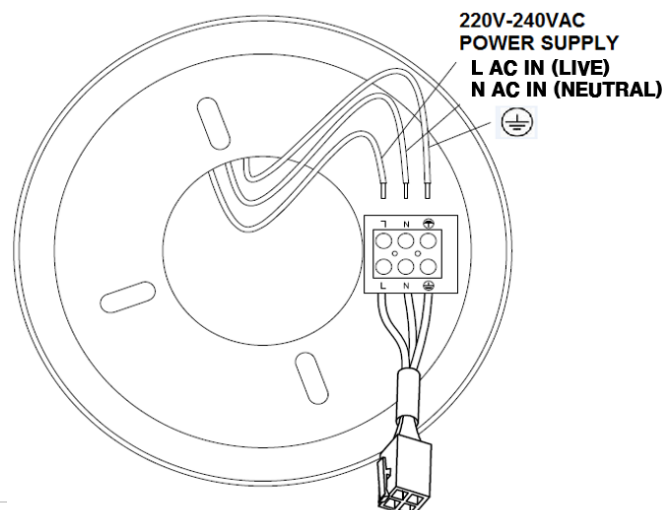

Fig. 4
- 그 후 메인 전원과 마운팅 브라켓에 있는 전기 배선(Fig 4)을 따라 연결합니다.
전기 배선 연결하기--- 배선도 (Fig. 4)